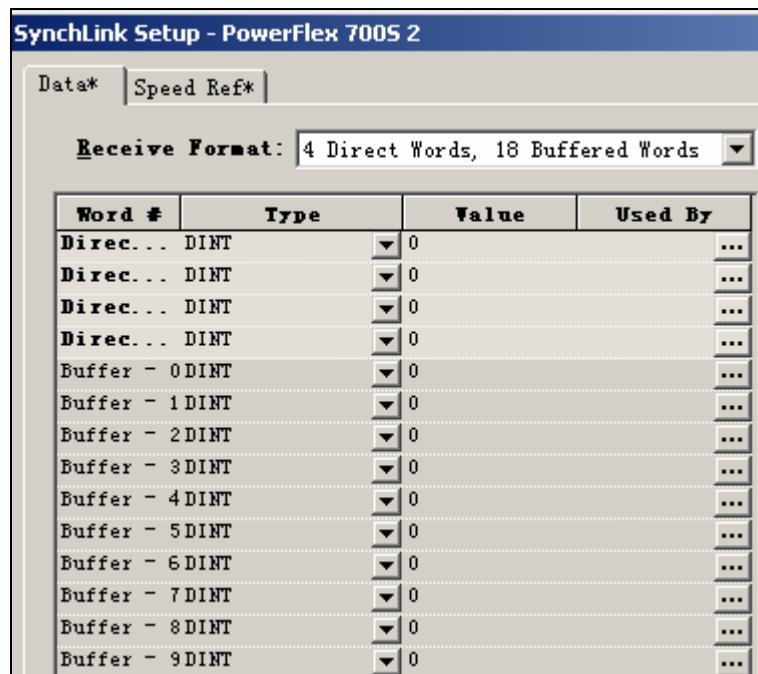

图 6-34 #1 变频器的发送格式
22) 然后我们看到 PowerFlex700S Phase II 变频器为我们配置了 4 个直接连接的字，18 个缓冲连接的字，如图 6-34 所示。